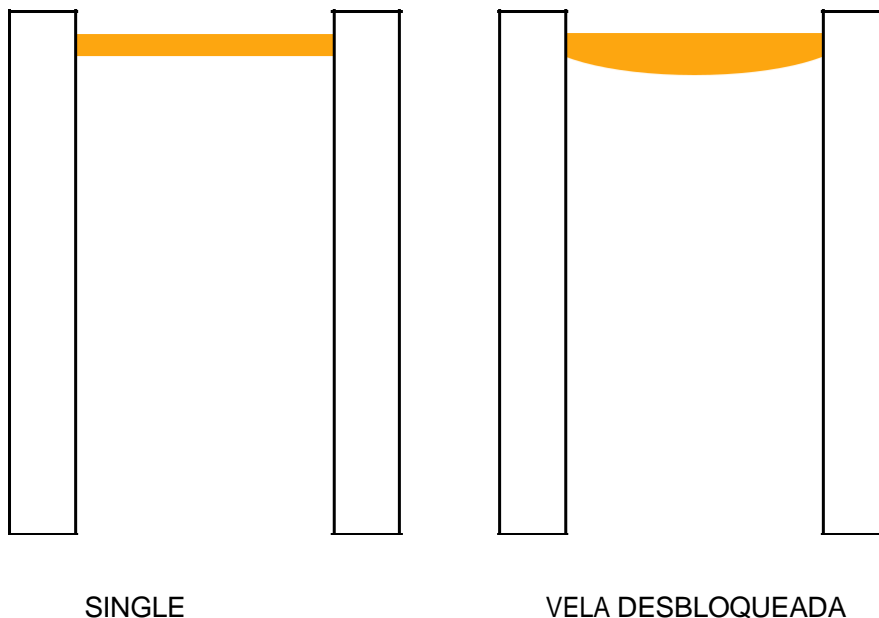

Figura 1 Posibles formas de montar la vela
- La instalación de la vela puede realizarse en función del concepto estético del lugar donde vaya a instalarse (Figura 1.). Tenga en cuenta que es inaceptable que el agua se estanque en la superficie de la vela. En caso de lluvias muy fuertes o de granizo, es posible que el material no pueda soportar el paso del agua.